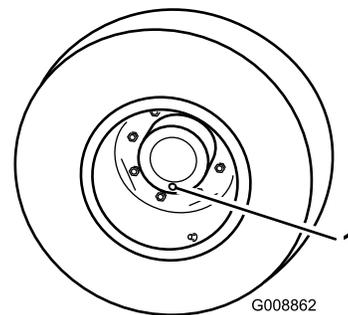

Figura 72
1. Posizionate la macchina parcheggiata su una superficie piana e la ruota in modo che 1 dei tappi di controllo si trovi nella posizione inferiore (ore 6) (Figura 72).